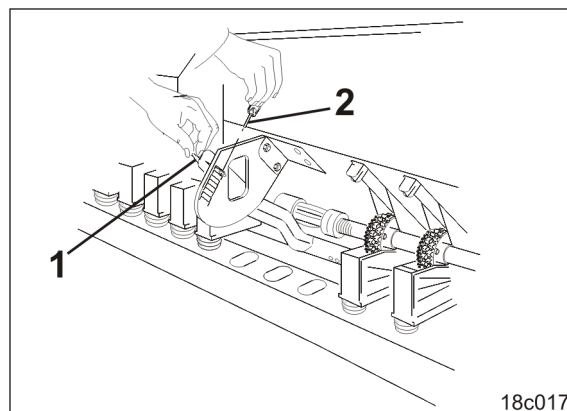

Fig. 144
1. Plasați pârghia clapetelor bazale (Fig. 144/1) în grupa de găuri la valoarea din tabel (vezi pagina 64).
2. Asigurați levierul de reglare al clapetelor bazale cu un șplint (Fig. 144/2).